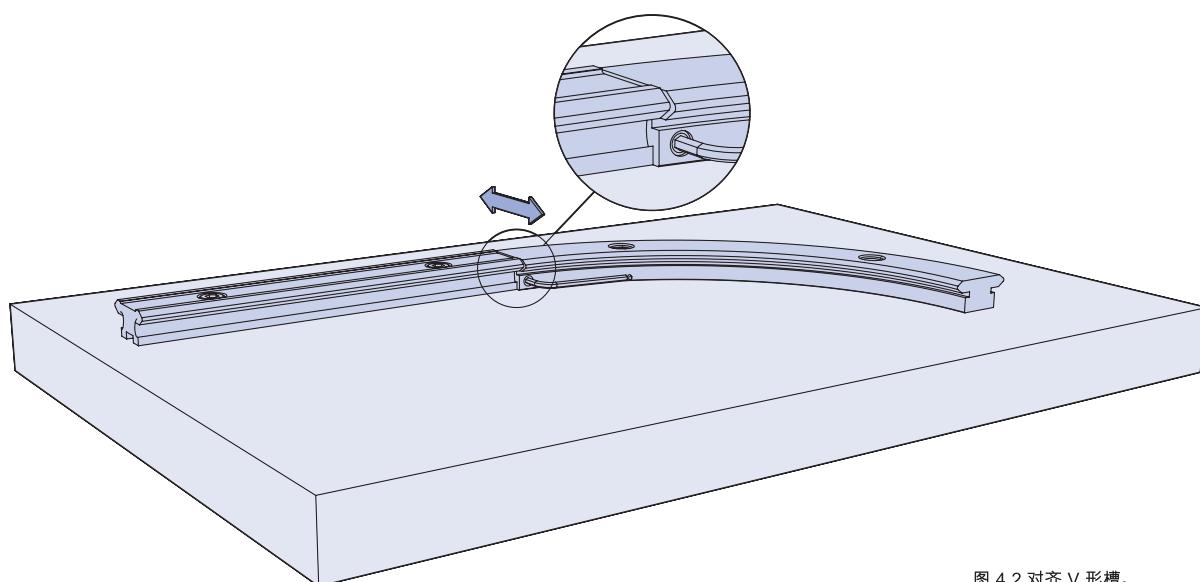

图 4.2 对齐 V 形槽。
4.2 通过调节顶起螺丝，可微调环的位置，从而定将两个组件定中并确保 V 行槽对齐（图 4.2）。